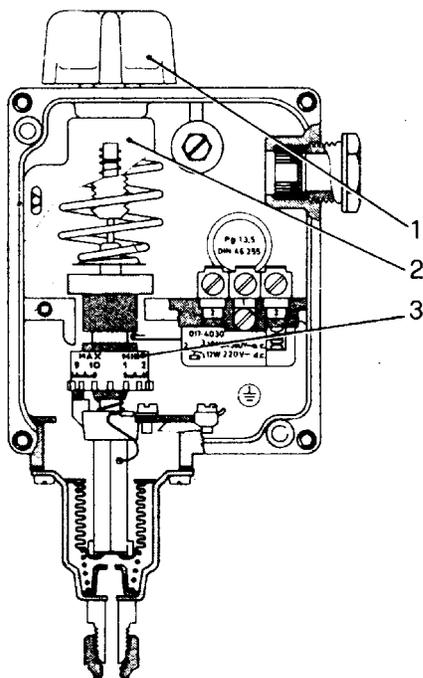
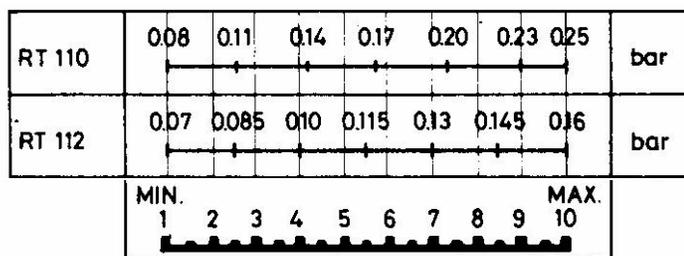

Рис. 3
Рис. 4
**Калибровка реле давления** (Рис. 3):
- а) Повернуть регулятор (1) до тех пор, пока стрелка шкалы (2) не установится на значении давления, на котором следует начать работу.
- б) Снять крышку реле давления и разместить барабан (3) на значении, выбранном качестве дифференциала (остановка горелки) на основе графика, приведенного на Рис. 4.